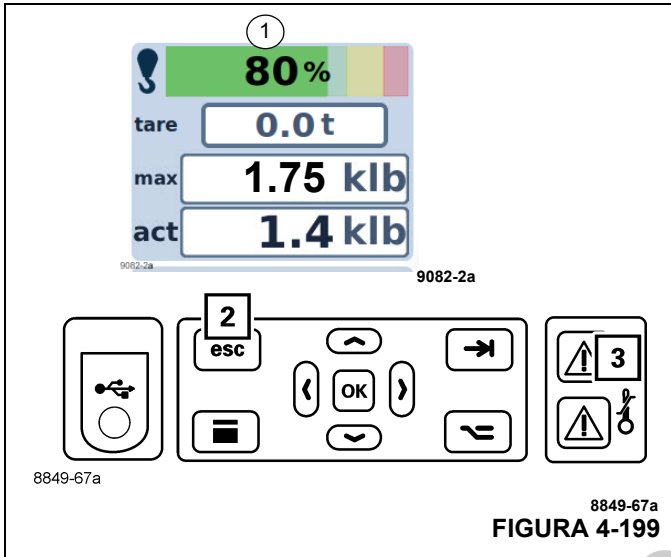

FIGURA 4-199
- Suena un tono intermitente del zumbador. Después de cinco segundos, puede apagar el tono del zumbador utilizando el botón (2, Figura 4-199).
- La luz (3) se ilumina.
- La pantalla (1) muestra el grado de utilización actual; por ejemplo, 80 % de la barra es de color verde.